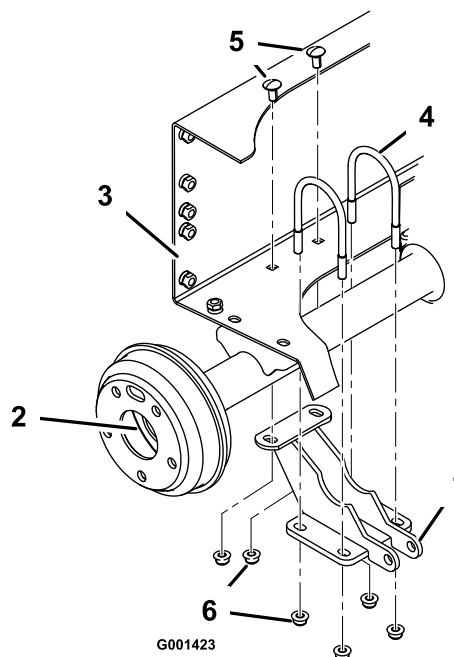

Bild 5
4. Befestigen Sie die Hubzylinderstütze mit 2 U-Bügeln und vier Bundmuttern ((3/8 Zoll)) lose am rechten Ende der Achse; fluchten Sie gleichzeitig die Befestigungslöcher mit den Löchern im Batteriefach aus (Bild 5).
5. Befestigen Sie die Hubzylinderstütze mit zwei Schlossschrauben ((3/8 x 3/4 Zoll)) und zwei Bundmuttern ((3/8 Zoll)) am Hinterrahmen. Ziehen Sie die vier Bundmuttern an den U-Bügeln gleichmäßig an, damit die Halterung mit der Achse ausgefluchtet ist. Ziehen Sie die zwei Muttern an, mit denen die Rückseite der Halterung am Heckrahmen befestigt ist (Bild 5).